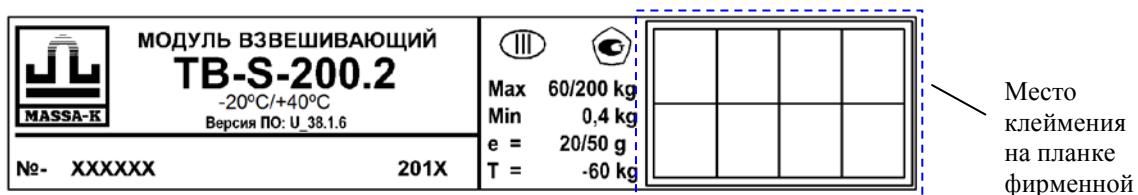
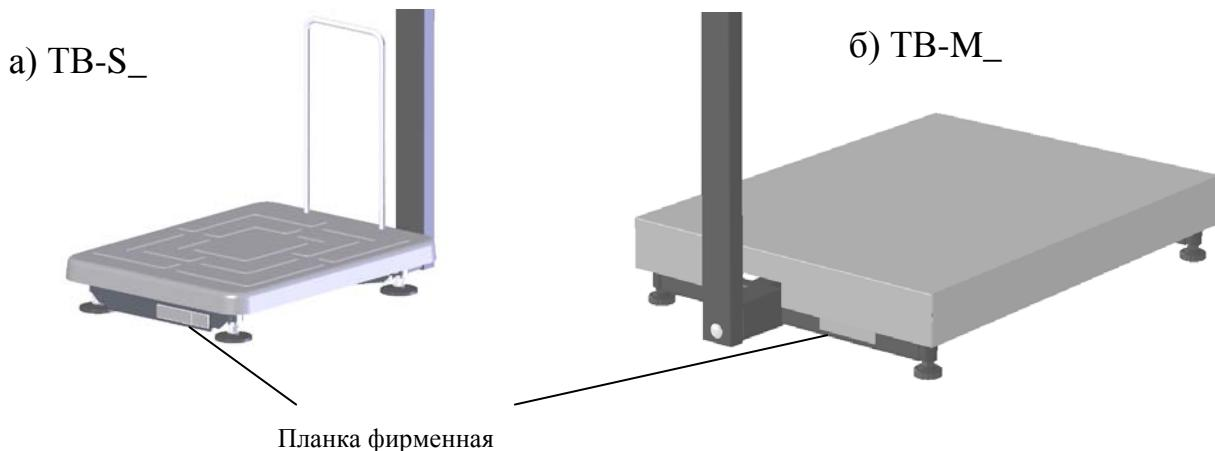

Рис. 14.1 – Планка фирменная
Рис. 14.2 – Местоположение планки
14.1 Метрологические характеристики модуля (класс точности, Max, Min, e, d) определяются согласно значениям, указанным на фирменной планке (Рис. 14.1).
14.4.1 После поверки нанести на планку фирменную модуля (Рис. 14.1, Рис. 14.2) отиск поверительного клейма.